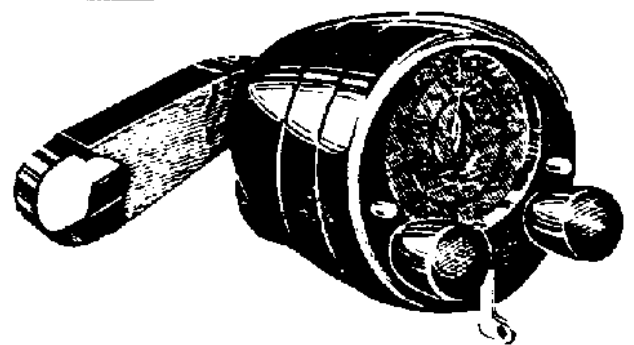
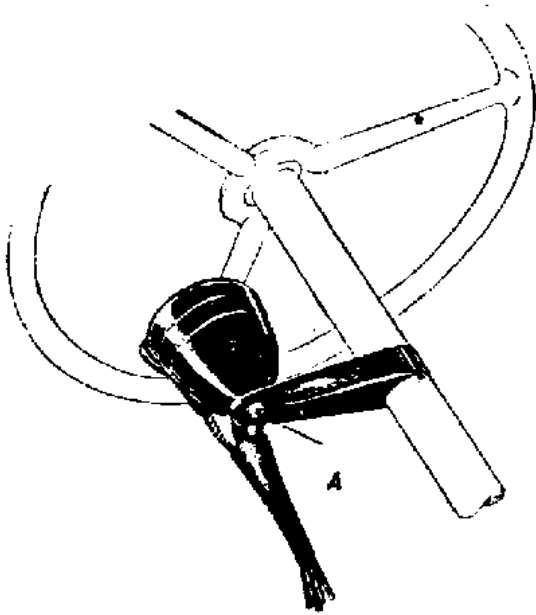
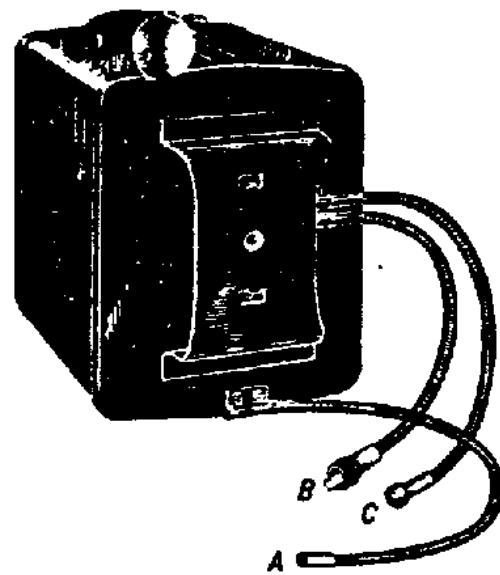

Fig. 7
Fig. 8
Fig. 14
Een van de beide schroeven voor het vastzetten van den beugel van dit bedieningskastje (fig. 7) moet geheel worden losgeschroefd. Plaats den beugel nu om de stuurstang en breng de schroef weer aan. Monteer het bedieningskastje zóó, dat het gemakkelijk gehanteerd kan worden. Het kan in elken gewenschten stand worden gedraaid, na één van de schroeven van den beugel en schroef A (zie fig. 8) te hebben losgedraaid.
Aan de achterzijde van het toestel bevinden zich 3 kabels (zie fig. 14):
Om de schaal van het bedieningskastje te ijken, wordt het toestel eerst ingeschakeld, door den sleutel van het bedieningskastje in den verticalen stand te zetten. Dan wordt het toestel voor ontvangst van middelfolven ingesteld, door den groenen knop in te drukken. Deze moet niet langer dan noodig ingedrukt worden, daar het toestel anders beschadigd zou kunnen worden. Na een tiental seconden zullen de lampen op temperatuur zijn gekomen. Men stemt dan, ongeacht den stand van den afstemwijzer, op een bekenden zender af, bij voorkeur met een golflengte lager dan 300 m. Wordt een langegolf station ontvangen, nadat de groene knop ingedrukt is, dan moet het koppelstuk B (zie fig. 14) een halven slag worden gedraaid. Laat het toestel nu op dit station afgestemd staan en steek een schroevendraaier in de holle bevestigingschroef aan de achterzijde van het bedieningskastje (in fig. 8 met A gemerkt). Stel den wijzer met den schroevendraaier zóó in, dat deze naar de golflengte, waarop het toestel is afgestemd, wijst. Het ijken van het bedieningskastje voor montage onder of op het dashboard geschiedt op dezelfde wijze; de stelschroef is hierbij echter niet door een holle bevestigingschroef omgeven.
- 5) Ga na of aan massa leggen van het koppelstuk A (zie fig. 14) verbetering geeft.